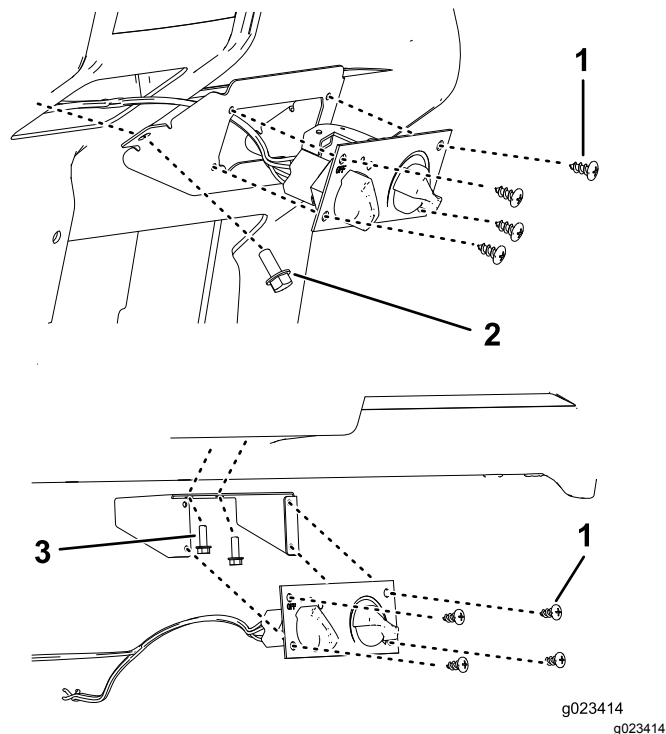

Рисунок 5
4. Присоедините орган управления обогревателем к креплению органа управления с помощью 4 винтов для листового металла (Рисунок 5).
5. Подсоедините трос управления обогревателем и черный разъем жгута проводов к органу управления обогревателем, а белый разъем жгута проводов — к обогревателю (Рисунок 5).
7. Присоедините крепление органа управления с помощью 4 болтов с фланцем (5/16 x 3/4 дюйма) в передней части крепления органа управления обогревателем и либо 2 болтов (5/16 дюйма для моделей HD) в боковой части крепления, либо 2 болтов (1/4 дюйма для моделей MD) на внутренней верхней части крепления, в зависимости от вашей модели (Рисунок 5).